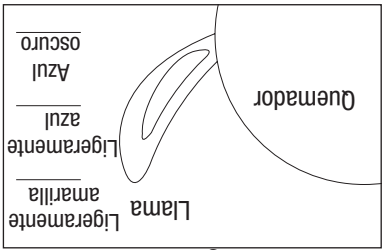

Figura 6
9. Después de encender el quemador observe su llama y asegúrese de que todos los orificios estén encendidos y que la altura de la llama corresponda a la del diagrama (vea Figura 6).